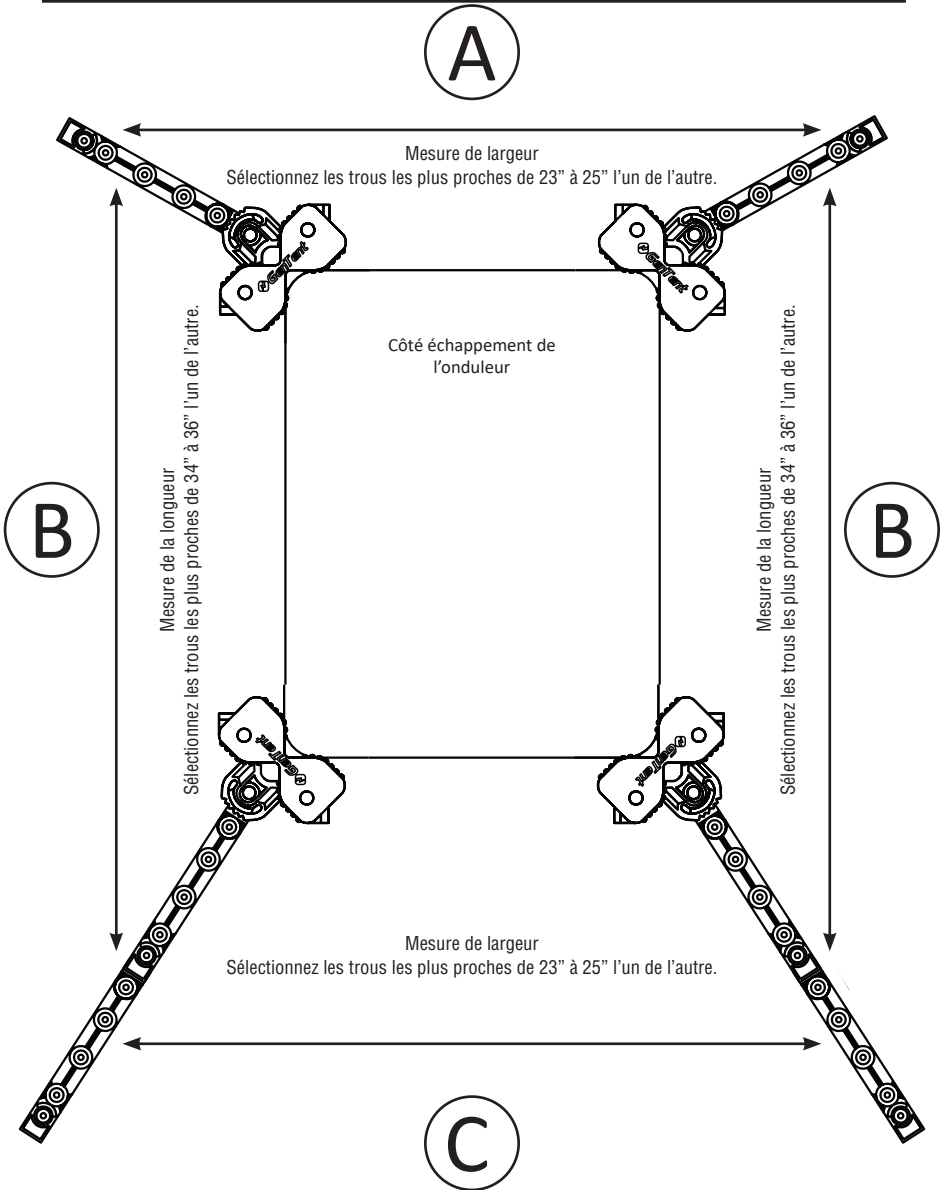

Fig. 2.4
- e. Déplacez-vous vers l'extrémité opposée de votre échappement et ajoutez des bras d'extension uniformément jusqu'à ce que vous puissiez mesurer une longueur comprise entre 34" et 36". (Fig. 2.4 "B")
- f. Mesurez la largeur entre les trous de tige sur le deuxième ensemble de renforts d'angle pour vous assurer que la distance est comprise entre 23" et 25" (Fig. 2.4 "C")